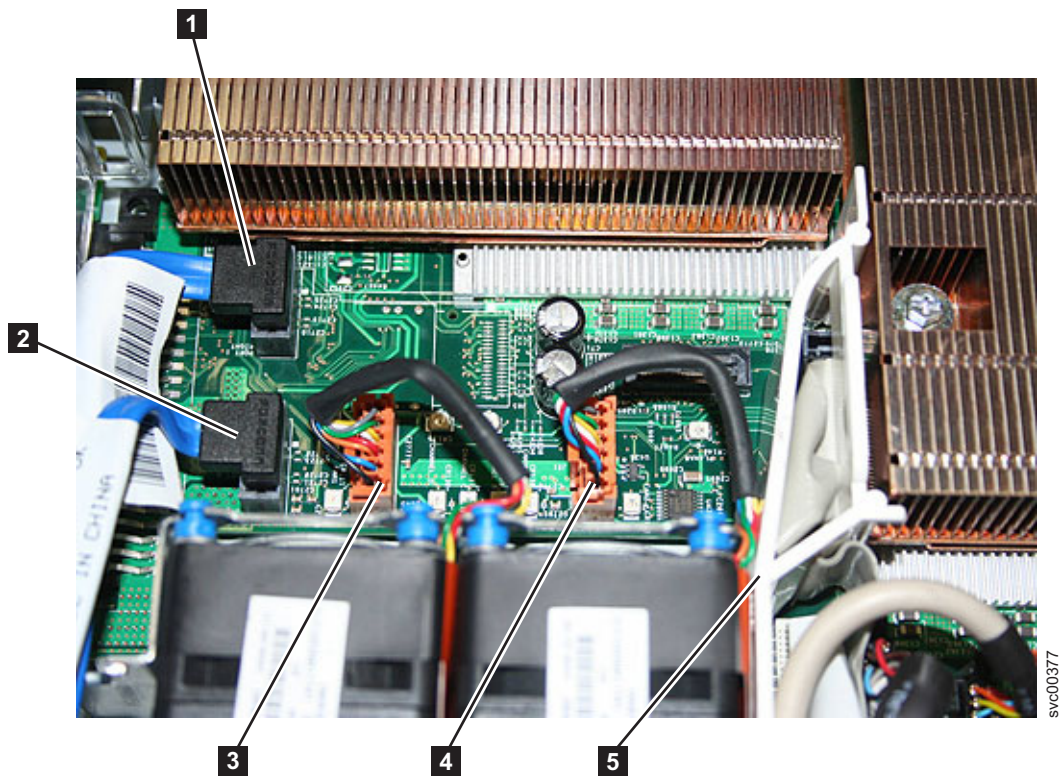

図 279. SAN ボリューム・コントローラー 2145-8G4 システム・ボードのコンネクター
6. システム・ボードから最初のケーブル・セットを切り離します (329 ページの図 279 を参照)。システム・ボードの前面左側から、以下を取り外します。